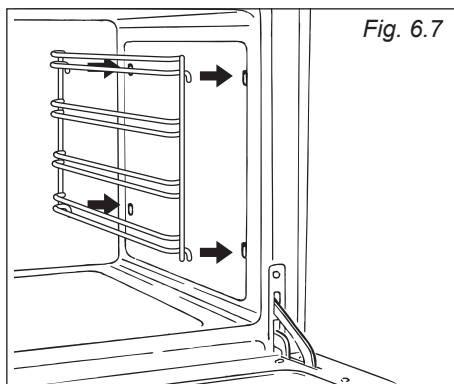
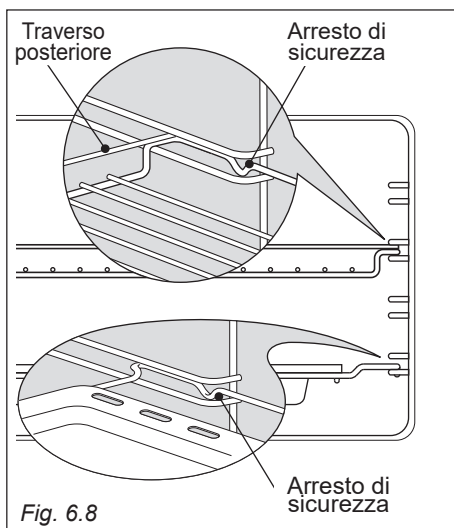

Fig. 6.7
Fig. 6.8
- Agganciare i telai laterali ai fori delle pareti laterali dell'interno del forno (fig. 6.7).
- Infilare in mezzo alle guide dei telai laterali la leccarda e la griglia come in (fig. 6.8).
La leccarda deve essere correttamente posizionata sull'apposito telaio di supporto (fig. 6.8) e poi inserita nelle guide dei telai laterali (fig. 6.7).